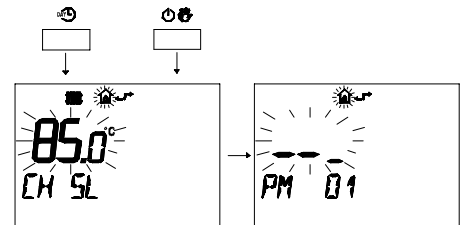

fig. 9.14
- 2 Premere contemporaneamente i pulsanti e per entrare nella programmazione trasparente (fig. 9.14)